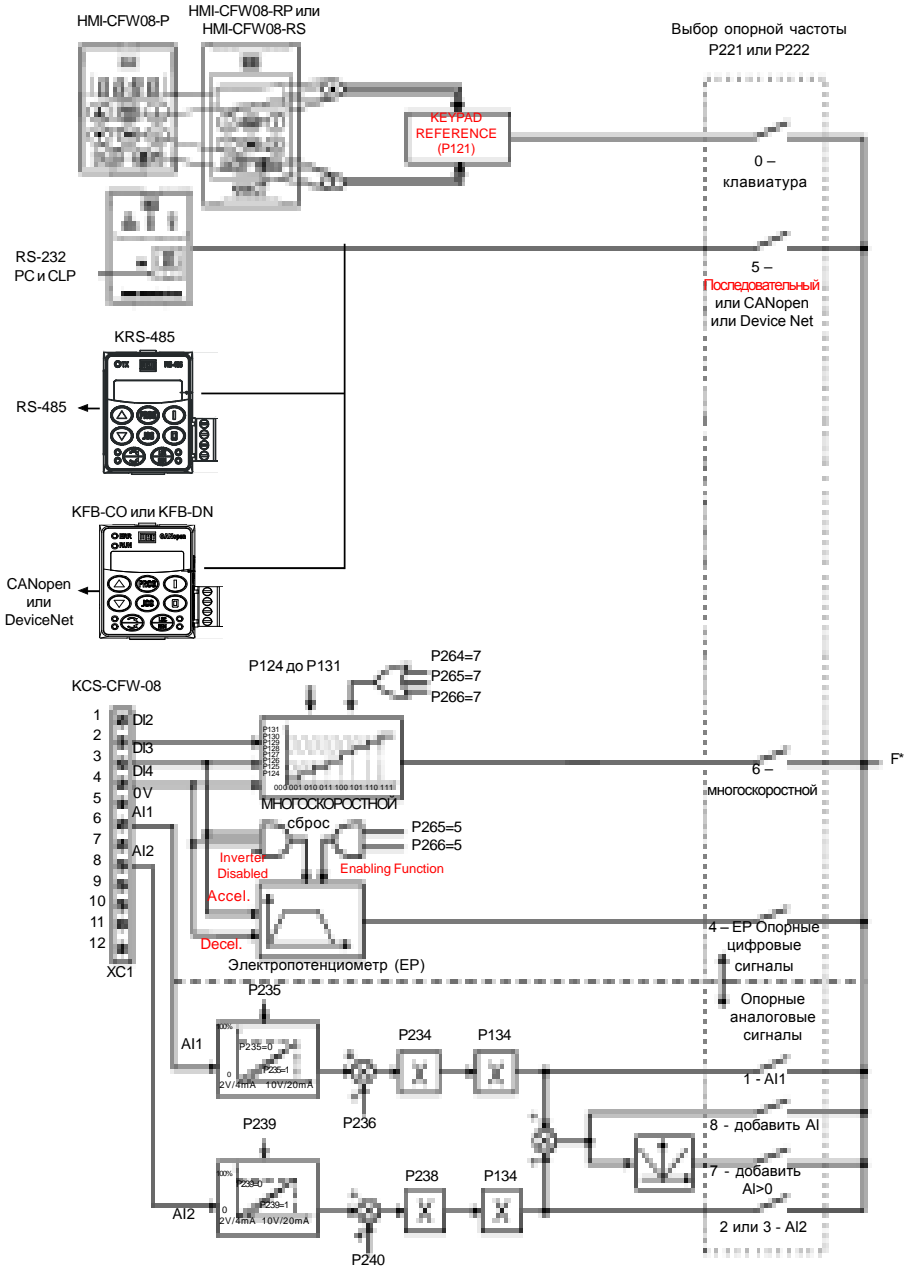

Рисунок 6.1 - Блок-схема опорной частоты
На рис. 6.1 с помощью блок-схемы показано как опорная частота определяется для инвертора.
- ☑ В режиме управления H/Ч (P202 = 0 или 1), $Fe = F^*$ (см. Рис. 6.1) если P138=0 (компенсация скольжения отключена). Если P138≠0, см. на Рисунке 6.9 соотношение между Fe и F^* .
- ☑ В векторном режиме управления (P202=2) всегда $Fe = F^*$ (см. Рисунок 6.1).